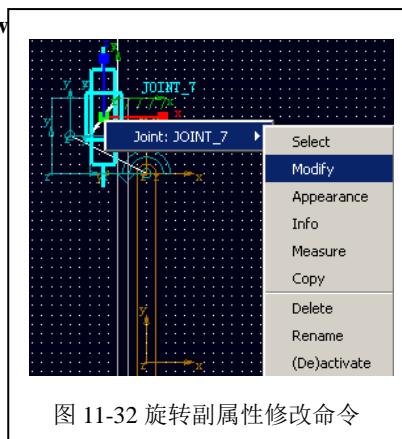

图 11-32 旋转副属性修改命令
11.10 滑块 F 和机架之间的受力分析。在 ADAMS/View 工作窗口中用鼠标右键点击滑块 F 的移动副 JOINT\_7，选择 **Modify** 命令，如图 11-32 所示，在弹出的修改